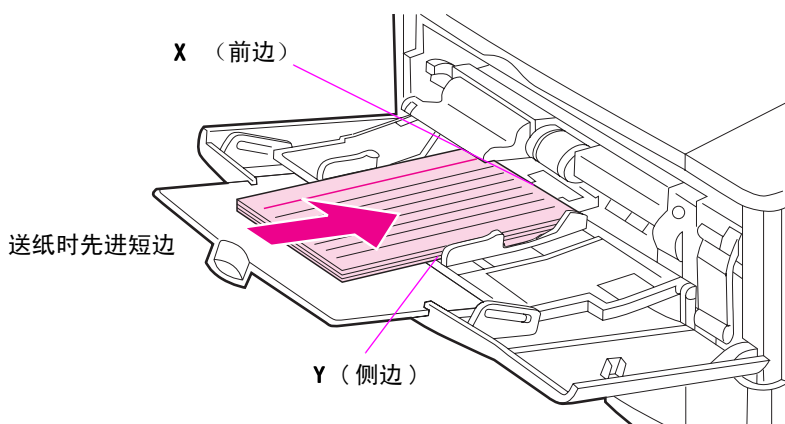

图 16
- 3 在“打印”菜单中，按照图 16 所示设置 X 方向尺寸（纸的前边）。X 可从 76 到 216 毫米（3 到 8.5 英寸）。
- 4 按照图 16 所示设置 Y 方向尺寸（纸的侧边）。Y 可从 127 到 356 毫米（5 到 14 英寸）。